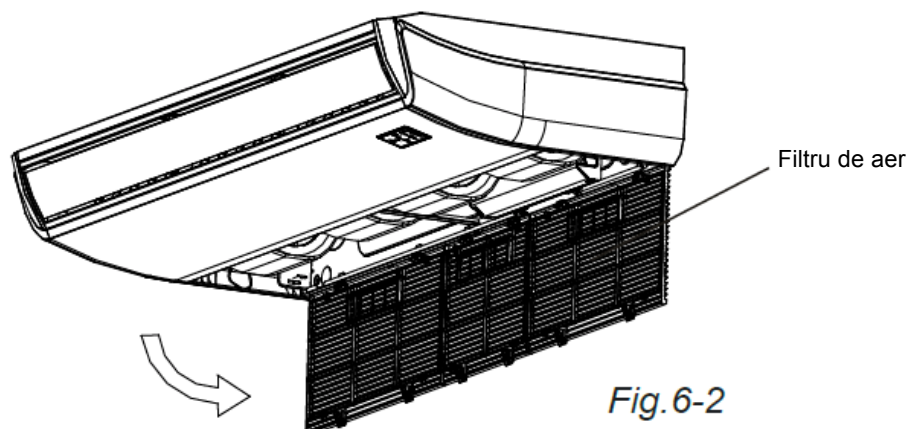

Fig.6-2
- Scoateți filtrul de aer (*Consultați Fig. 6-2*)
- Reinstalați filtrul de aer în ordinea inversă a *Fig. 6-2*